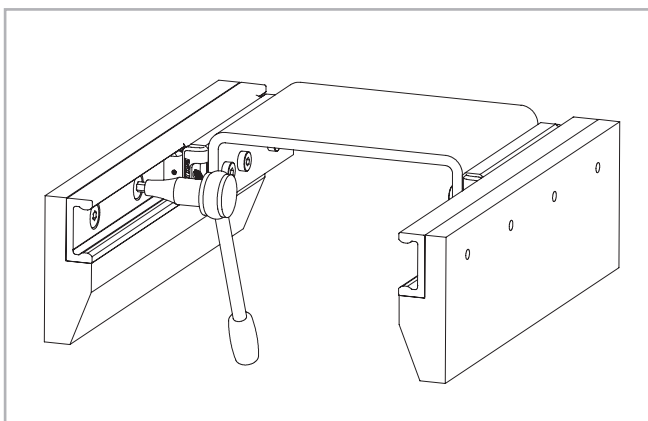

Рис. 76
(2) Установите вторую направляющую и только слегка затяните крепежные винты.
(3) Смонтируйте каретки и прикрепите к ним, не затягивая крепежные винты окончательно, перемещаемый системой груз.
(4) Установите элемент в центре направляющей и затяните, используйте винты класса прочности 10.9
(5) Затяните с предписанным усилием затяжки винты крепления средней части направляющих к несущей поверхности (рис. 76).